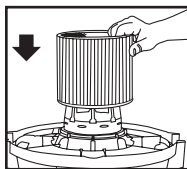

FIGURE 8
14. Alors que le couvercle du réservoir est renversé, glissez la cartouche filtrante vers le bas, sur le support de couvercle, et poussez jusqu'à ce que les joints du filtre reposent contre le couvercle. **FIGURE 8**.